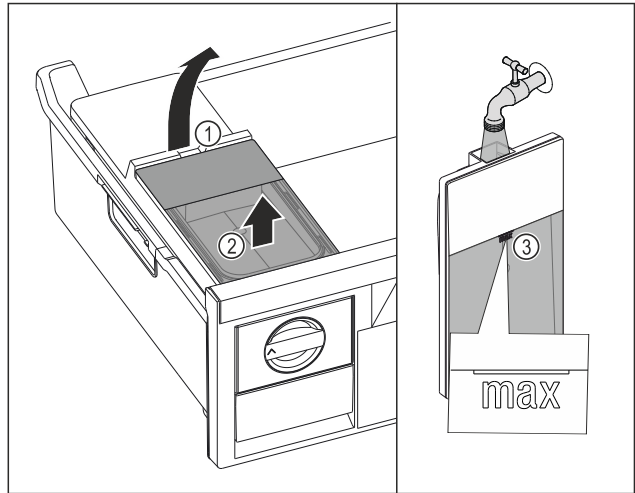

Fig. 69
- ▶ Підняти бак для води за заглиблення Fig. 69 (1).
- ▶ Вийняти бак для води рухом вгору. Fig. 69 (2)
- ▶ Наповнити бак для води питною водою до позначки Fig. 69 (3).